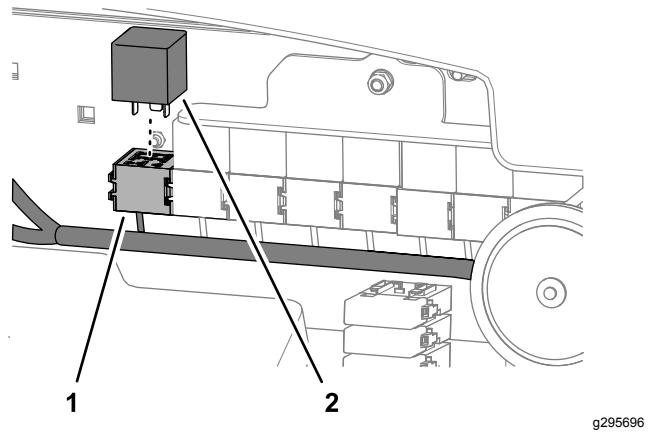

Bild 5
2. Stecken Sie das Blinkrelais auf der Rückseite der elektrischen Montageplatte in einen freien Relaissockel (**Bild 5**).